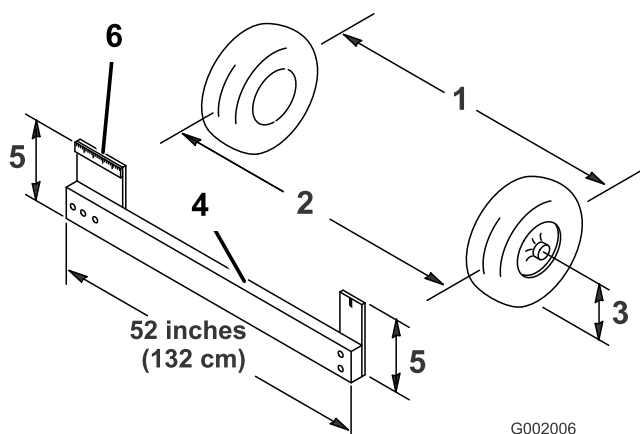

Figure 59
- Mesurez la distance entre les roues avant à hauteur d'essieu, à l'avant et à l'arrière des roues (Figure 59). Un gabarit ou un compas à verges est nécessaire pour mesurer l'arrière des roues avant à hauteur d'essieu. Utilisez le même gabarit ou outil pour mesurer précisément l'avant des roues avant à hauteur d'essieu (Figure 59).